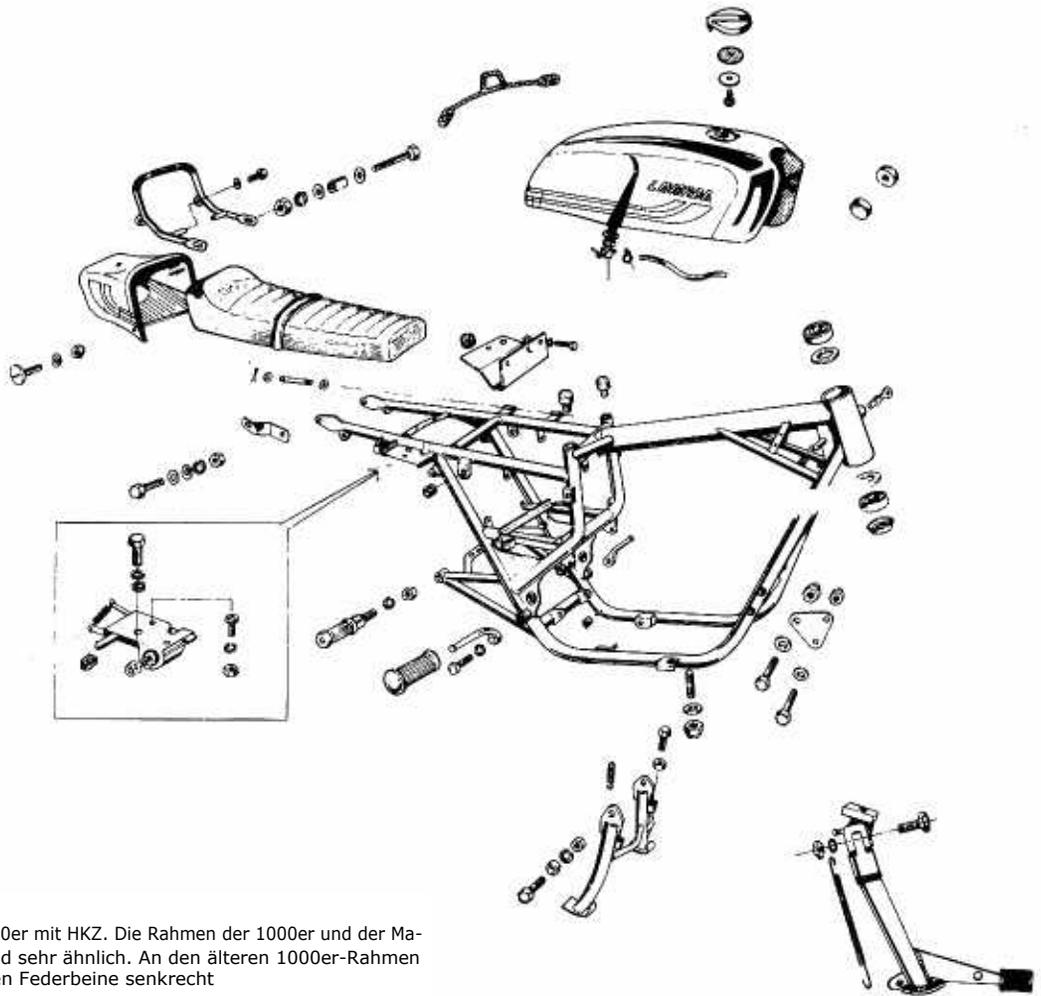

Bild 229
- Die Zwei- und Dreizylinder sind mit grundsätzlich verschiedenen Rahmen ausgerüstet. Für die Zweizylinder wurden vier verschiedene, unten offene Rahmen verwendet (Bilder 227, 228), am Dreizylinder nur ein einziger Rahmen (Bild 229) (die Unterschiede zwischen 1000er und 1200er sind minimal). Alle Rahmen sind sehr steif und solide, dazu relativ schwer. Am Zweizylinder wird der Rahmen durch den Motor zusätzlich ausgesteift, doch ist es auch beim Dreizylinder sehr wichtig, dass der Motor fest an den Rahmen geschraubt wird.